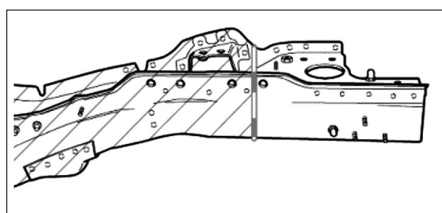

FIG. 28
- Reporter la ligne de coupe choisi précédemment sur la pièce neuve (Fig.28).